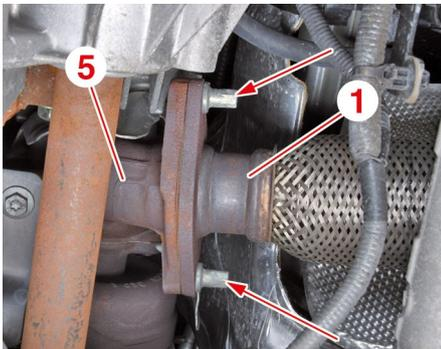

Fig. 14
- Separare la linea di scarico **(1)** (Fig. 14).
- il condotto di uscita **(5)** (Fig. 14),